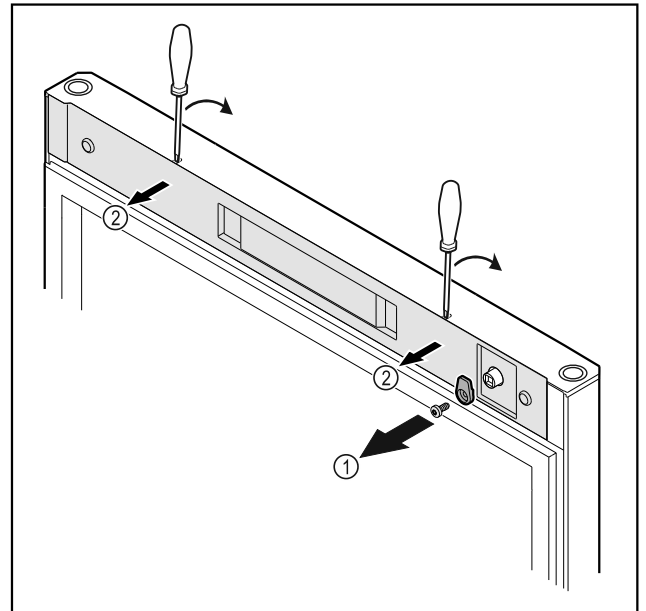

Fig. 10
- ▶ Εβιδώστε το άγκιστρο κλεισίματος Fig. 10 (1).
- ▶ Ξεκουμπώστε το κάλυμμα Fig. 10 (2) με ένα μικρό κατσαβίδι και αφαιρέστε το.